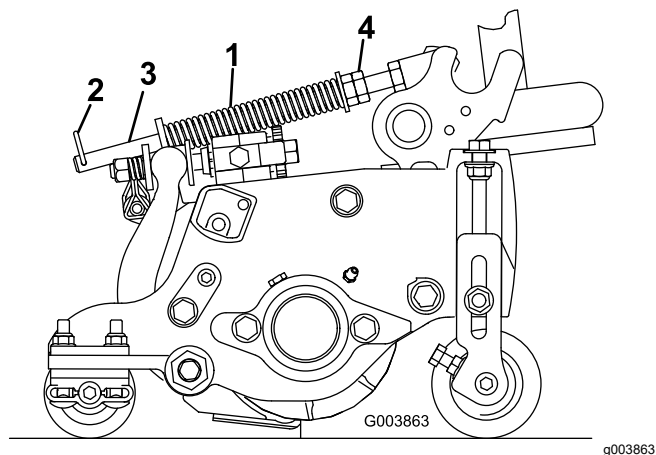

Рисунок 21
Пружина компенсации состояния грунта (Рисунок 21) переносит вес с переднего на задний валик. Это препятствует образованию на грунте волнообразных неровностей (так называемых «волн» или «трясок»).
1. Убедитесь, что шплинт вставлен в заднее отверстие штока пружины (Рисунок 21).
сжатой пружины была равна 15,9 см; см. Рисунок 21.